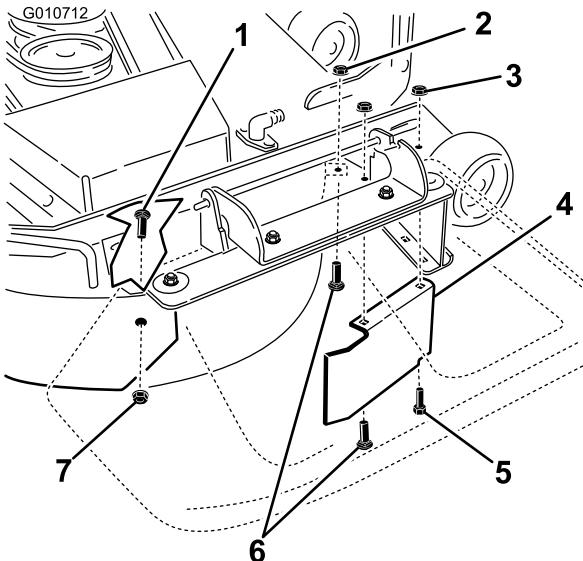

Figura 37
9. Remova o parafuso de carroçaria (5/16 x 3/4 pol.) e porca de bloqueio (5/16 pol.) na parede lateral da plataforma do cortador que prende o abafador esquerdo à plataforma (Figura 37).
13. Instale os dispositivos de fixação previamente removidos nos furos frontais na placa de descarga e furo frontal na plataforma (Figura 37).